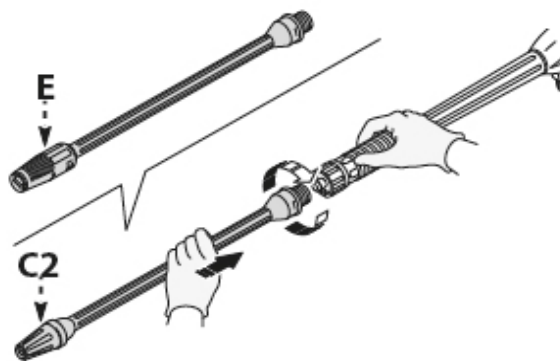

Abb. 8: Montage
Schritt 6: Stecken Sie die Düse (Pos. E, Abb. 8) oder Rortordüse (Pos. C2, Abb. 8) in den Anschluss der Spritzpistole und drehen Sie die Lanze um 90° im Uhrzeigersinn, um sie in dieser Position zu verriegeln.